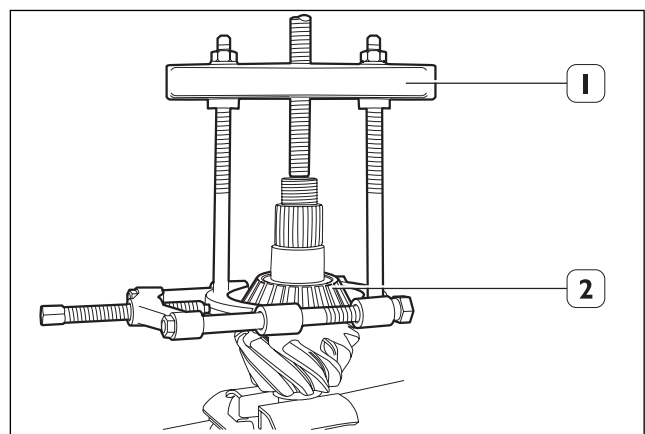

Fig. 23
3. Mediante una herramienta adecuada (1) y extraer el rodamiento (2). - Fig. 23